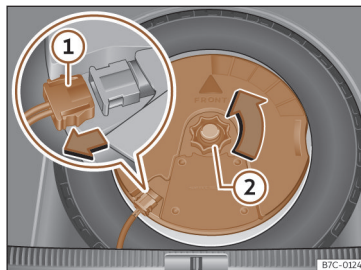

Fig. 209 Na bagageira: desmontar o subwoofer.
- Desligue o cabo do altifalante *subwoofer* »» Fig. 209 ①.
- Rode a rodinha de fixação no sentido contrário ao dos ponteiros do relógio»» Fig. 209 ②.